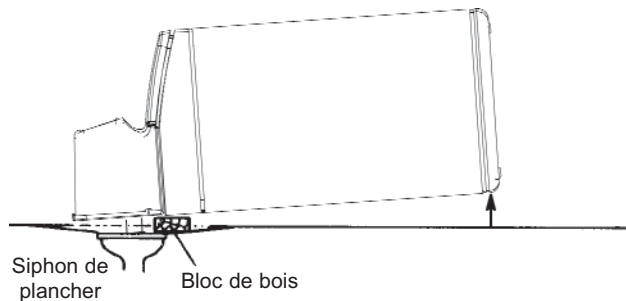

Figure 15
7. Regarder à la Figure 15; placer un panneau de bois de 2 pouce d'épaisseur près du siphon de plancher. Déplacer l'adoucisseur près du siphon de plancher. Tranquillement et prudemment, coucher l'adoucisseur de façon à ce que le rebord repose sur le bloc de bois et que l'entrée et la sortie soient par-dessus le siphon. Ne pas laisser le poids de l'adoucisseur reposer sur les raccords d'entrée et de sortie ou ceux-ci seront endommagés.